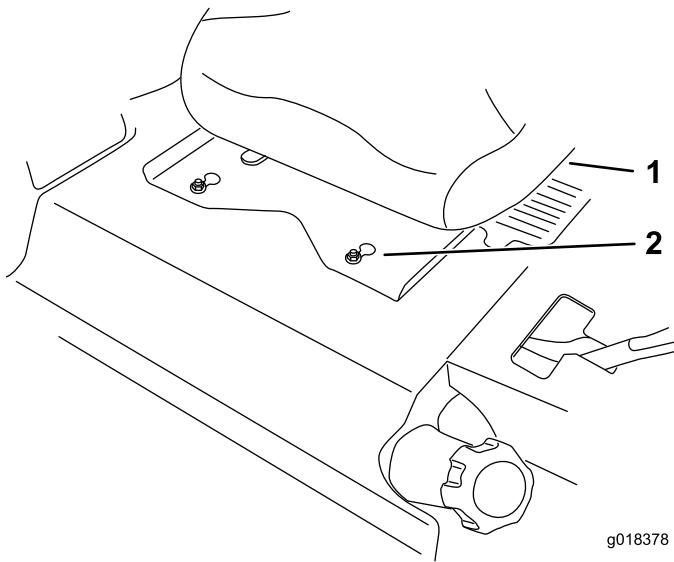

Figura 62
- Deslice el asiento y la chapa del asiento hacia adelante para que las tuercas delanteras puedan pasar por los orificios (Figura 62).